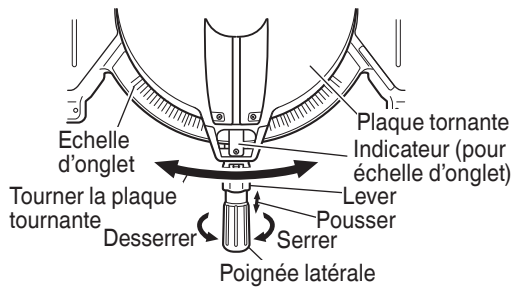

Fig. 23
- (1) Desserrer la poignée latérale et appuyer sur le levier pour les butées d'angle. Cela fait, régler la plaque tournante jusqu'à ce que l'indicateur soit aligné avec le réglage désiré sur l'échelle de coupe d'onglet (Fig. 23).
- (2) Resserrer la poignée latérale pour fixer la plaque tournante à la position voulue.